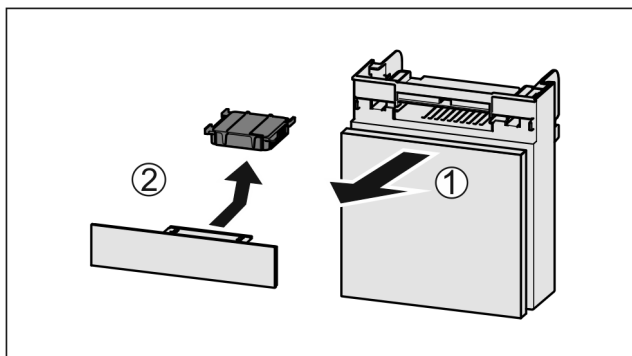

Fig. 109
- ▶ Húzza ki Fig. 109 (1) előre felé a rekeszt.
- ▶ Vegye ki az aktívszén-szűrőt Fig. 109 (2).